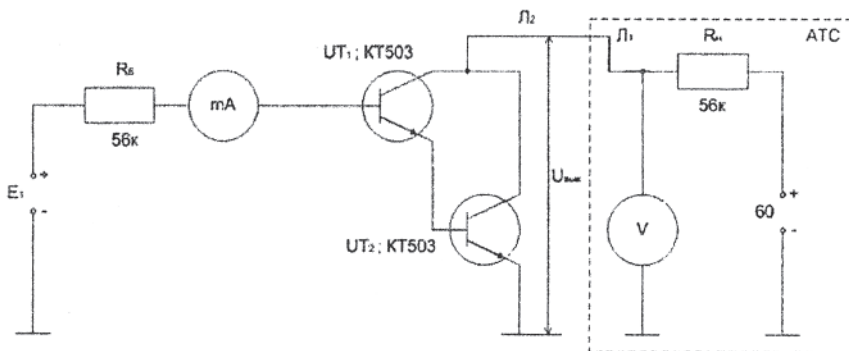

Рис. 12
2. Собрать схему исследования изображенную на рис. 12.